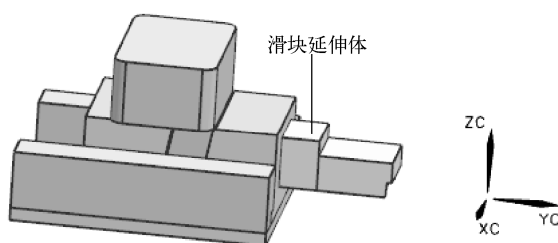

图 8-67 创建滑块延伸体
(6) 在图 8-63 所示的【拉伸】对话框中单击【确定】按钮，拉伸出滑块延伸体，如图 8-67 所示。